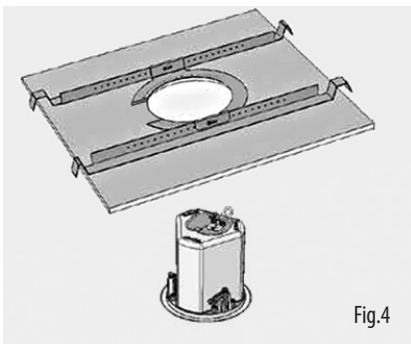

Fig.4
Für den Anschluss an zusätzliche Lautsprecher in einer verteilten Leitung (Abb. 4) werden die Pins 3 und 4 verwendet, um zu zusätzlichen Lautsprechern zu gelangen:
Se estiver usando uma chave de força, a Tannoy recomenda um ajuste de torque de 1,5 Nm. (Fig.4)
7. Insira a grade empurrando-a contra o alto-falante. (Fig.4)
Para conexão com alto-falantes adicionais em uma linha distribuída (Fig.4) os pinos 3 e 4 são usados para fazer loop através dos alto-falantes adicionais:
Se si utilizza un driver di potenza, Tannoy consiglia una coppia di serraggio di 1,5 Nm. (Fig.4)
7. Inserire la griglia spingendola sull'altoparlante. (Fig.4)
Per il collegamento ad altoparlanti aggiuntivi in una linea distribuita (Fig.4), i pin 3 e 4 vengono utilizzati per collegarsi ad altoparlanti aggiuntivi:
Bij gebruik van een power driver adviseert Tannoy een aanhaalmoment van 1,5 Nm. (Afb.4)